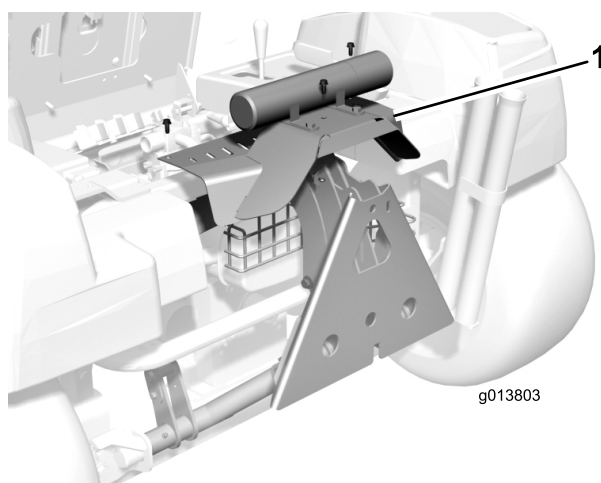

Bild 1
4. Entfernen Sie die drei Schrauben, mit denen die hintere Abdeckung am Rahmen befestigt ist (Bild 1). Entfernen Sie die Abdeckung.